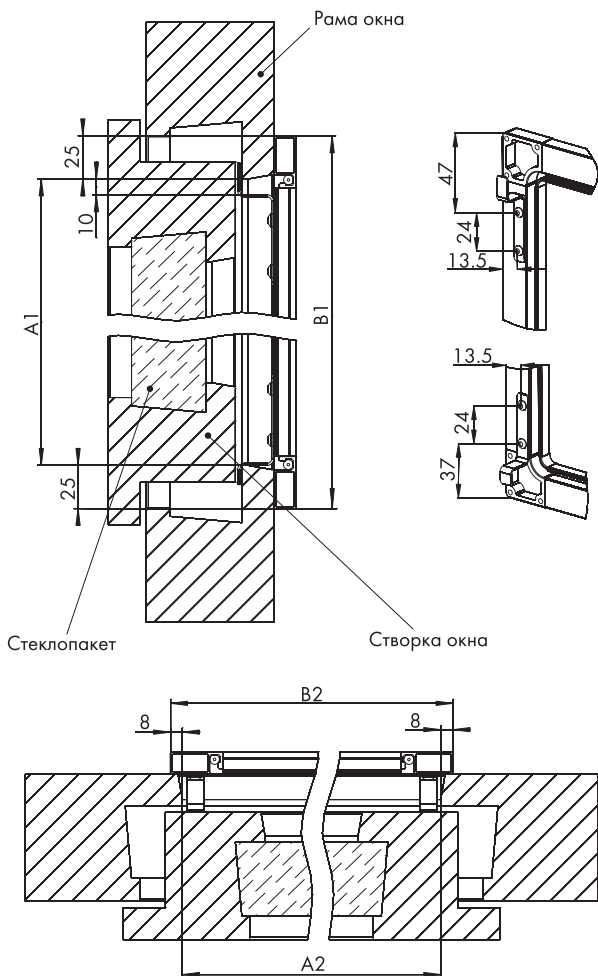

Рис. 4
2. Расчет габаритных размеров рамочной системы из профиля MFP2 производится исходя из размеров светового проема окна (см. рис.4).